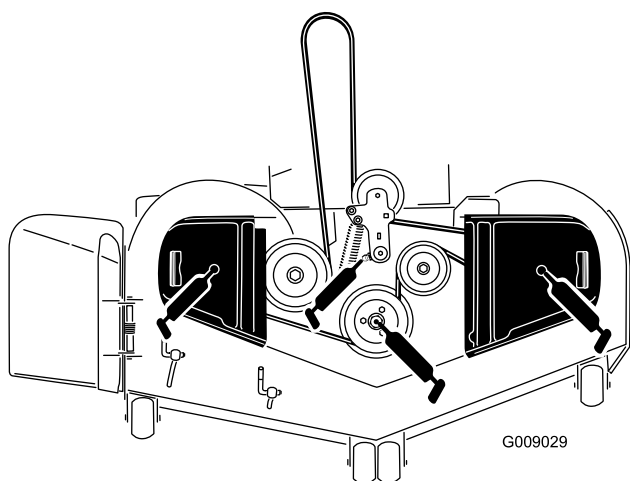

Figure 45
3. Graissez le pivot de la poulie de tension du tablier de coupe jusqu'à ce que la graisse ressorte par le bas (Figure 45).
4. Lubrifiez les roulements des trois axes jusqu'à ce que la graisse sorte par les joints inférieurs (Figure 45).